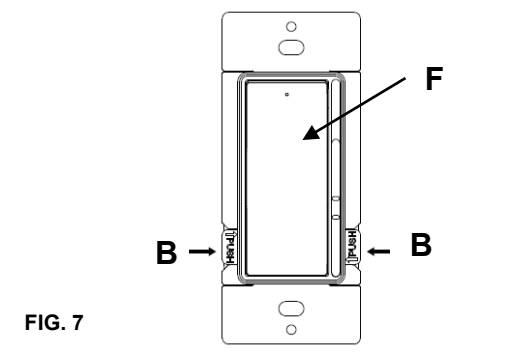

FIG. 7
- Presionar las pestañas PUSH "B" en ambos lados de la parte inferior y tirar hacia adelante la cubierta superior "F" para liberar (FIG 7).
- Press the PUSH tabs "B" at both sides of the bottom and pull forward the top cover "F" to release (FIG 7).